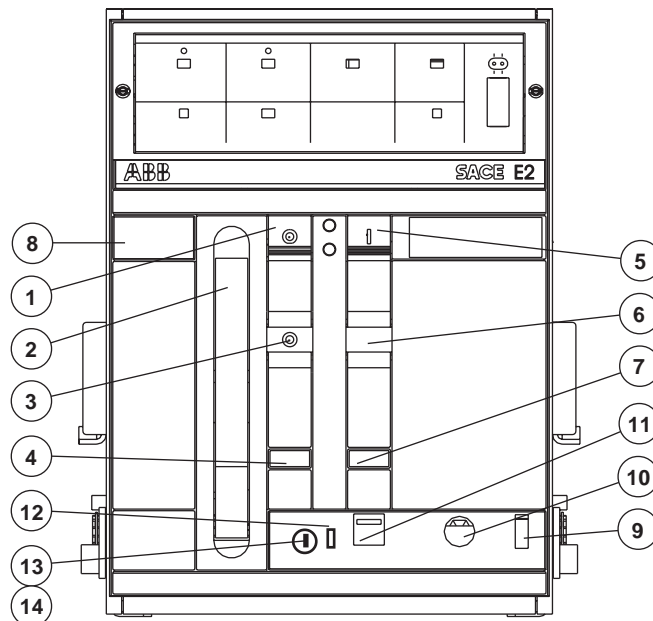

Fig. 23
- EXTRAÍDO: la parte móvil se encuentra insertada en la parte fija SIN la conexión entre los terminales de potencia y SIN la conexión de los contactos deslizantes para los circuitos auxiliares: en esta posición no es posible efectuar ninguna maniobra eléctrica del interruptor; en el frente, el indicador (9, fig. 23) señala DISCONNECTED y la puerta de la celda del cuadro se puede cerrar.
- SECCIONADO EN PRUEBA: la parte móvil se encuentra insertada en la parte fija SIN la conexión entre los terminales de potencia, pero CON la conexión de los contactos deslizantes para los circuitos auxiliares: en esta posición sólo se pueden efectuar las maniobras para pruebas con el interruptor quitado. El indicador (9, fig. 23) señala TEST ISOLATED.
- INSERTADO: la parte móvil se encuentra completamente insertada en la parte fija CON la conexión entre los terminales de potencia y de los contactos deslizantes para los circuitos auxiliares; el interruptor se encuentra en condiciones de funcionamiento; el indicador (9, fig. 23) señala CONNECTED.
- RACKED-OUT: the moving part is connected in the fixed part WITHOUT connection between the power terminals and WITHOUT coupling of the sliding contacts for the auxiliary circuits: in this position all circuit-breaker electrical operations are prevented. On the front, the indicator (9, fig. 23) indicates DISCONNECTED; the switchboard compartment door can be closed.
- TEST DISCONNECTED: the moving part is racked into the fixed part WITHOUT connection between the power terminals, but WITH coupling of the sliding contacts for the auxiliary circuits. In this position the circuit-breaker can be operated for the no-load tests. The indicator (9, fig. 23) indicates TEST ISOLATED.
- RACKED-IN: the moving part is completely racked into the fixed part WITH connection of both the power terminals and the sliding contacts for the auxiliary circuits. The circuit-breaker is in operating conditions. The indicator (9, fig. 23) indicates CONNECTED.